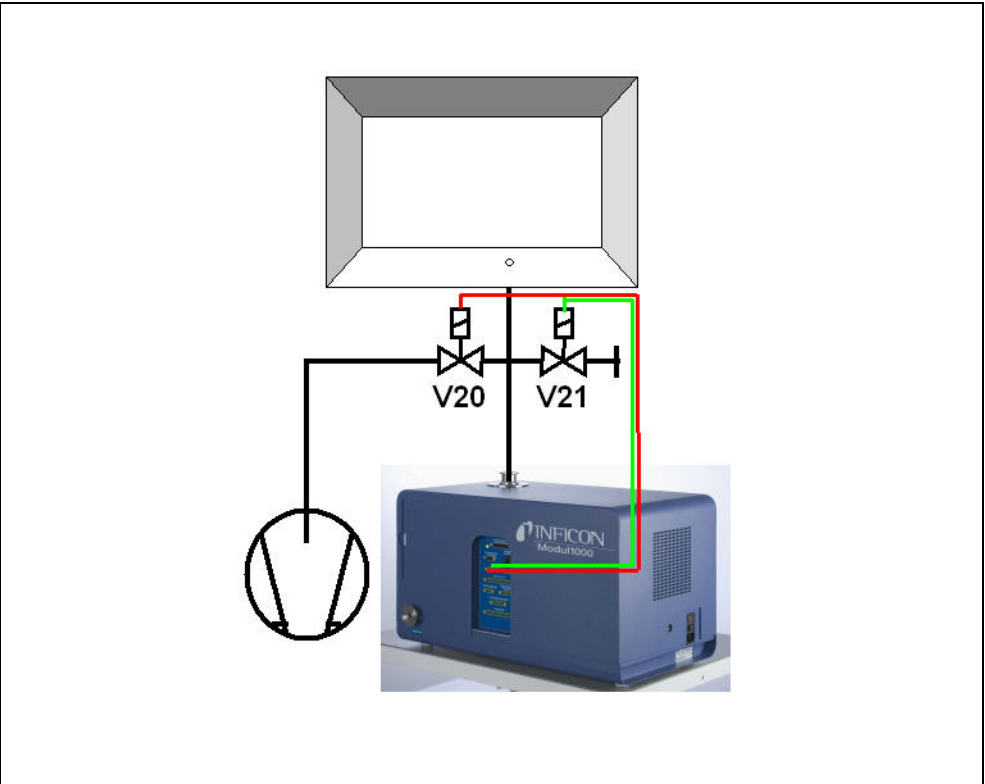

Fig. 5-1 Utilisation avec flux partiel
Le Modul1000 évacue l'air de la chambre à vide, également possible en mode flux partiel (Fig. 5-1 Utilisation avec flux partiel). La pièce à tester située dans la chambre à vide est reliée au système de remplissage d'hélium à travers les parois de la chambre et alimentée en hélium lorsque la chambre à vide est à l'état évacué.
- 2** Après le déclenchement du signal START, le Modul1000 commence à évacuer l'air de la chambre à vide. Si une pompe à flux partiel est connectée au Modul1000, la vanne à flux partiel V20 (Fig. 5-1) est activée puis le processus de contrôle s'exécute par l'intermédiaire de la pompe à flux partiel conformément au paramétrage du flux partiel.
11 Ensuite, la chambre à vide est ventilée par le Modul1000 (et la vanne de flux externe V21 (Fig. 5-1) si raccordée) jusqu'à atteindre la pression atmosphérique.